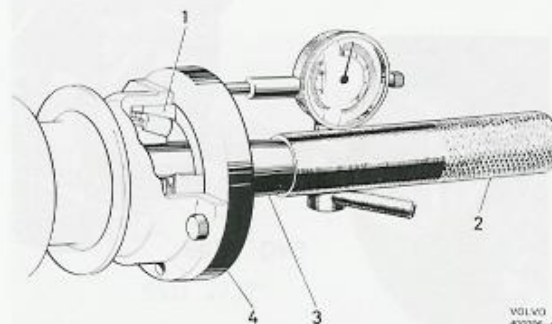

Bild 18. Mätning av axialspel för drivaxlar
Montera bromsskölden och hållare med filttätning. Dra ut lagrets ytterring mot bromsskölden med SVO 2204. Sätt fast hållare SVO 2611 med mätur på drivaxeln. Rikta mätarets spets mot bromsskölden och mät upp axialspelet. (Jämför punkt 6 och bild 18). Vid felaktigt spel demonteras vänstra sidans bromstrumma och -sköld och spelet justeras enligt punkt 5b–10 nedan. Är spelet rätt förfäres enligt punkt 7–10.
- Sätt fast hållaren SVO 2611 med mätur på drivaxeln, se bild 18. Rikta mätarets spets mot plattan, skjut in axeln och nollställ mäturet. Dra drivaxeln utåt och avläs spelet. Välj justermellanlägg enligt ovanstående tabell.